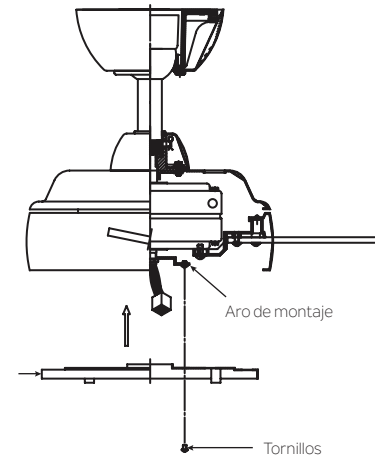

Fig. 15
Paso 1. Afloje los dos tornillos que están en el aro de montaje sujeto al asta del motor. “Quite” y guarde el tercer tornillo. (Fig. 15)